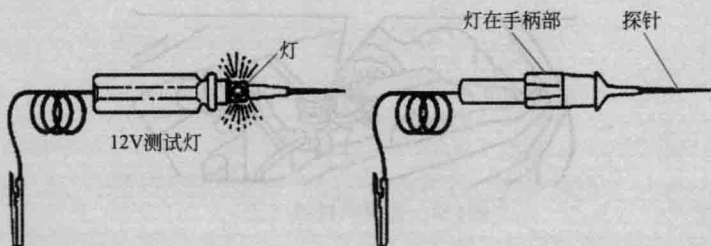

图1-5 无源试灯
(1) 无源试灯就是在一段导线中连接一个12V灯泡,如图1-5所示,当试灯一端搭铁另一端接触到带电的导体时,灯泡就会点亮。